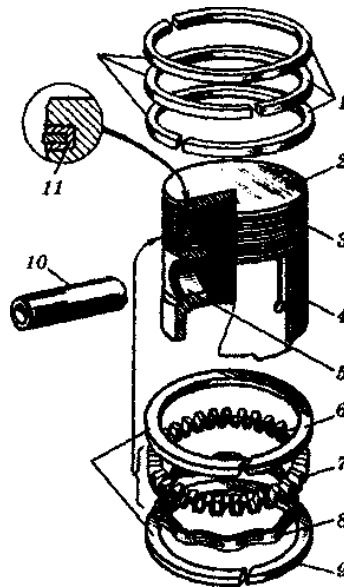

Рис.3. Схема встановлення поршневих кілець.
- 4.3. Вивчіть будову поршня двигуна ЗИЛ-130. З'ясуйте призначення позначок і розрізів юбки поршнів. Вивчіть будову поршневих кілець. Розмістіть усі кільця на поршні (див. рис. 3).